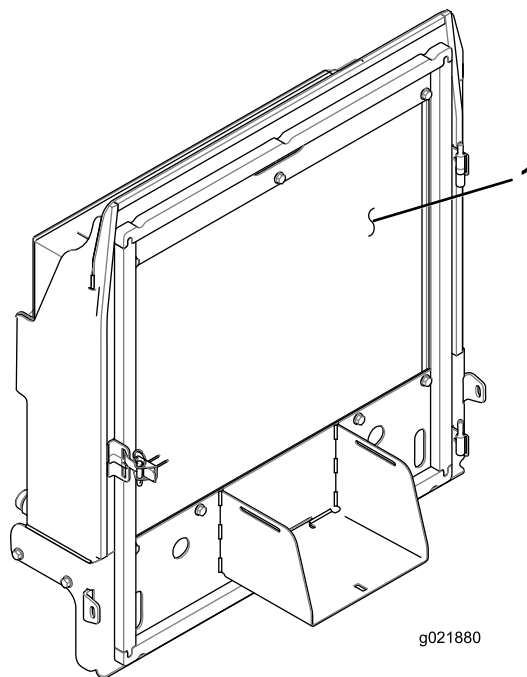

Figura 96
4. Pulite accuratamente entrambi i lati del radiatore/refrigeratore dell'olio con aria compressa (Figura 96).